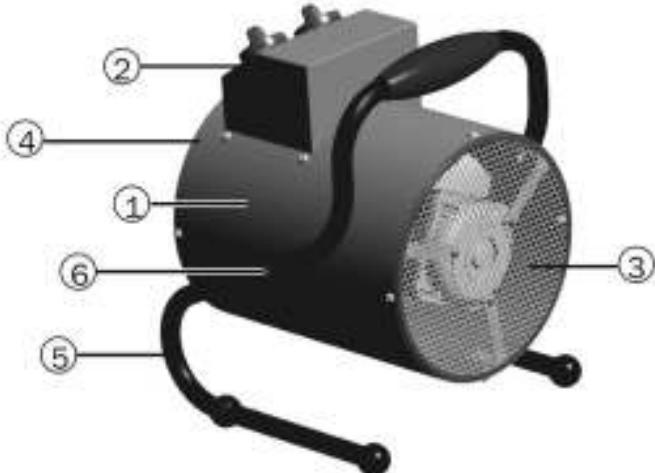

Рис. 1. Устройство прибора
Несущая конструкция прибора (см. рис.1) состоит из корпуса (1), изготовленного из листовой стали и имеющего цилиндрическую форму. В корпусе размещены вентилятор и трубчатые электронагревательные элементы. Снаружи корпуса расположен блок управления (2). Корпус, закрытый воздухозаборной (3) и воздуховыпускной (4) решетками, винтами устанавливается к ручке-подставке (5) и имеет возможность поворота в вертикальной плоскости. Угол поворота фиксируется винтами (6). Вентилятор затягивает воздух через отверстия воздухозаборной решетки. Воздушный поток, втянутый вентилятором в корпус, проходя между петлями трубчатых электронагревательных элементов, нагревается и подается в помещение через отверстия воздуховыпускной решетки.